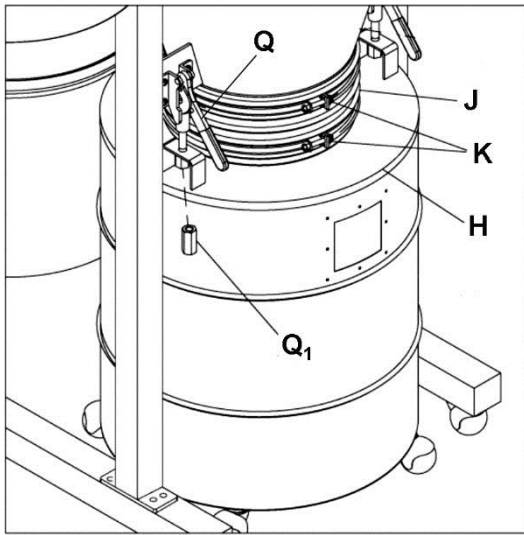

Рис. 12
17. Наденьте шланг (J) на конус воронки и крышку контейнера и зафиксируйте его с помощью 2 хомутов (K), сверху и снизу. См. Рис. 12.
- Потяните оба рычага быстрого действия (Q, Рис. 12), затем присоедините крышку контейнера (H, Рис. 12) к рычагам. Затяните удлиненную гайку (Q1, Рис. 12) на каждом рычаге.